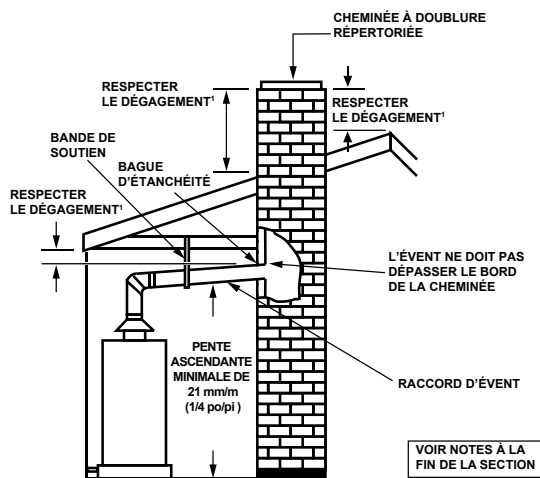

FIGURE 10.
Voici quelques consignes à observer pour poser un raccord d'évent (Figures 10 à 12) :
- Le raccord ne doit pas dépasser le bord intérieur de la cheminée au risque de limiter l'espace entre sa propre extrémité et la paroi opposée de la cheminée (Figure 10).